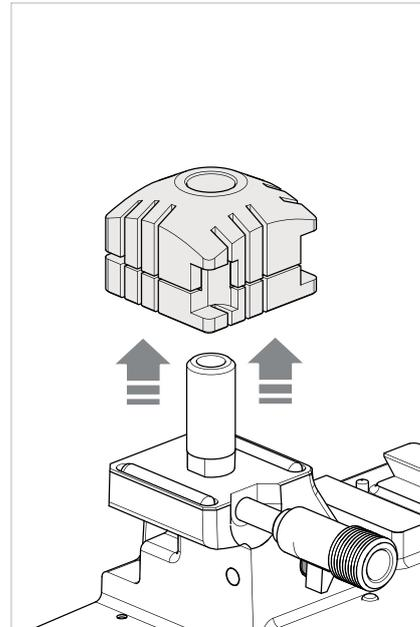

Fig. 44
- 3) Extraer hacia arriba la mordaza (Fig. 44).